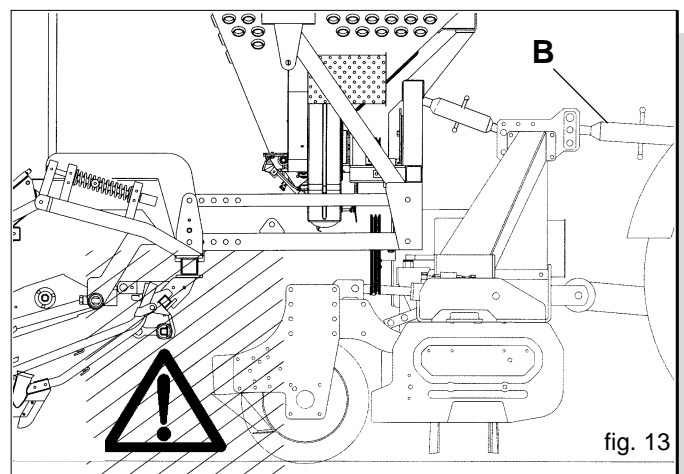

fig. 13
- 4) Prima di sollevare l'attrezzatura, affinché si agganci alla seminatrice, verificare che non ci siano o si possono verificare interferenze tra organi meccanici delle due macchine. In modo particolare controllare la zona tra il rullo posteriore ed i bracci degli assolcatori (Fig. 13).
- 7) Abbassare il sollevatore mettendo le attrezzature combinate in posizione di lavoro, verificare che tutti gli organi seminanti siano liberi di oscillare, come pure le ruote motrici e l'erpice copriseme. Controllare che l'attrezzatura sia in posizione corretta, perpendicolare al terreno, eventualmente agire sul terzo punto dell'attrezzatura (B Fig. 13).